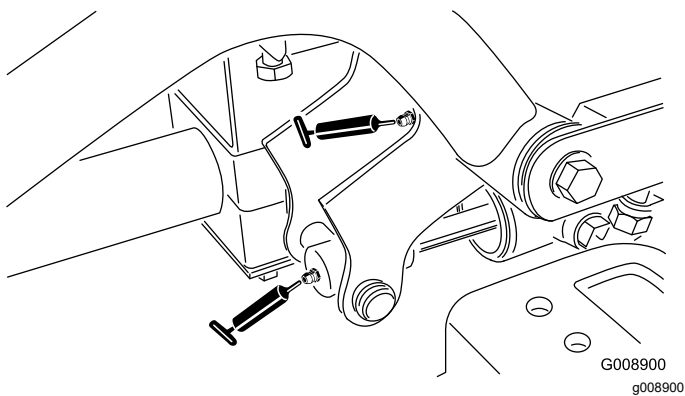

Bild 38
- 2 rechte vordere Hubarm-Drehbüchsen und Hubzylinder (Bild 38)